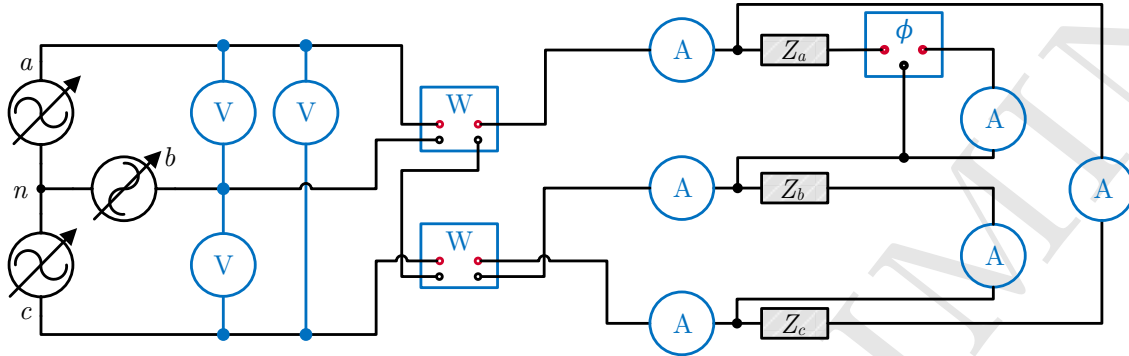

Figura 1: Circuito para la medición de voltajes, corrientes y potencias trifásicas en Δ .
Problema: Para el circuito de la Figura 1 considere $Z_a = Z_b = Z_c = 400 + j600 - j400 \Omega$. a) Calcular la corriente en las tres fases, la corriente de línea, los voltajes de fase y de línea, b) la potencia activa P por fase y trifásica, c) la potencia reactiva Q por fase y trifásica, d) la potencia aparente S por fase y trifásica y e) el factor de potencia FP. Utilice como referencia de el voltaje \tilde{V}_{ab} a 0° . f) Repetir para las cargas $Z_a = 300 + j300 - j600 \Omega$, $Z_b = 400 + j600 - j400 \Omega$ y $Z_c = 600 + j1200 - j600 \Omega$.
1. Armar el circuito de la Figura 1 con $Z_a = Z_b = Z_c = 400 + j600 - j400 \Omega$. Para la medición de potencia se utilizará el método de los dos wáttmetros y para la medición del ángulo de fase se usará un fasímetro o factorímetro (medidor del FP) conectado *a la carga*.